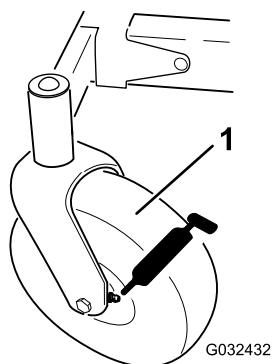

Figure 38
3. Nettoyez les graisseurs (Figure 38) avec un chiffon.
4. Raccordez une pompe à graisse à chaque graisseur (Figure 38).